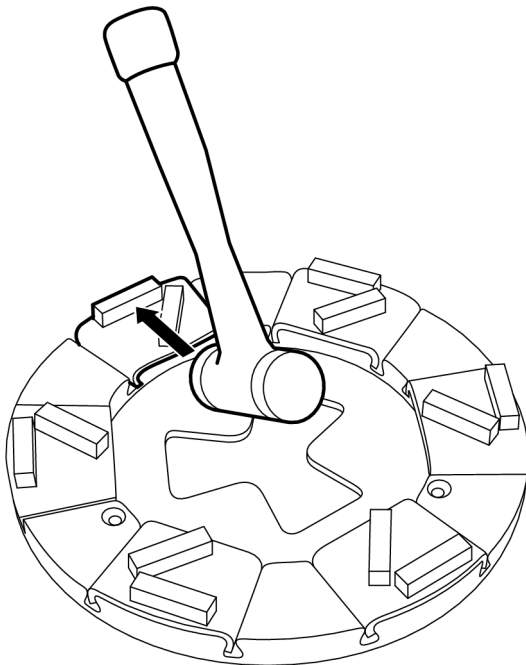

Figura 4-14. Aflojamiento de la herramienta pulidora
2. Fijar la herramienta pulidora en el portaherramientas, golpeando suavemente con un martillo de goma; ver Figura 4-14, página 25.
3. Fijar la herramienta pulidora en el portaherramientas, golpeando suavemente con un martillo; ver Figura 4-14, página 25.